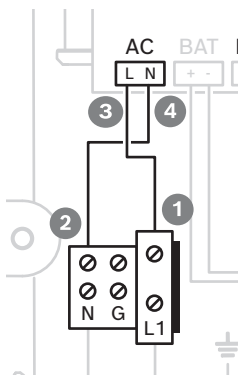

Figura 3.2: Collegamenti dell'indicatore LED
4. Collegare il conduttore singolo marrone alla posizione 3, contrassegnata con L (Figura 3.2).
5. Collegare l'altra estremità dal conduttore marrone alla posizione 1 (Figura 3.2).
6. Collegare il conduttore singolo blu alla posizione 4, contrassegnata con N (Figura 3.2).
7. Collegare l'altra estremità dal conduttore blu alla posizione 2 (Figura 3.2).
2. Collegare il conduttore neutro al morsetto N (Figura 3.2).
3. Collegare il conduttore di fase al morsetto L1 (Figura 3.2).